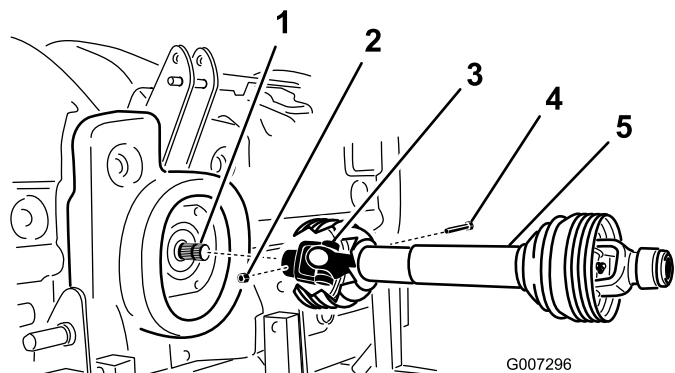

図 8
2. PTO シャフトをギアボックスの入力シャフトに接続する； 1/2 x 3.00 in ボルトと 1/2 in ナットを使用する (図 8)。